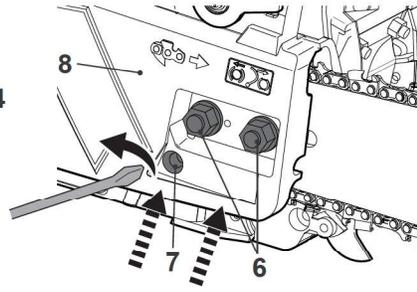

Fig. 8
- > Vuelva a colocar la cubierta (8) y atornille ligeramente las tuercas (6) (Fig. 8).